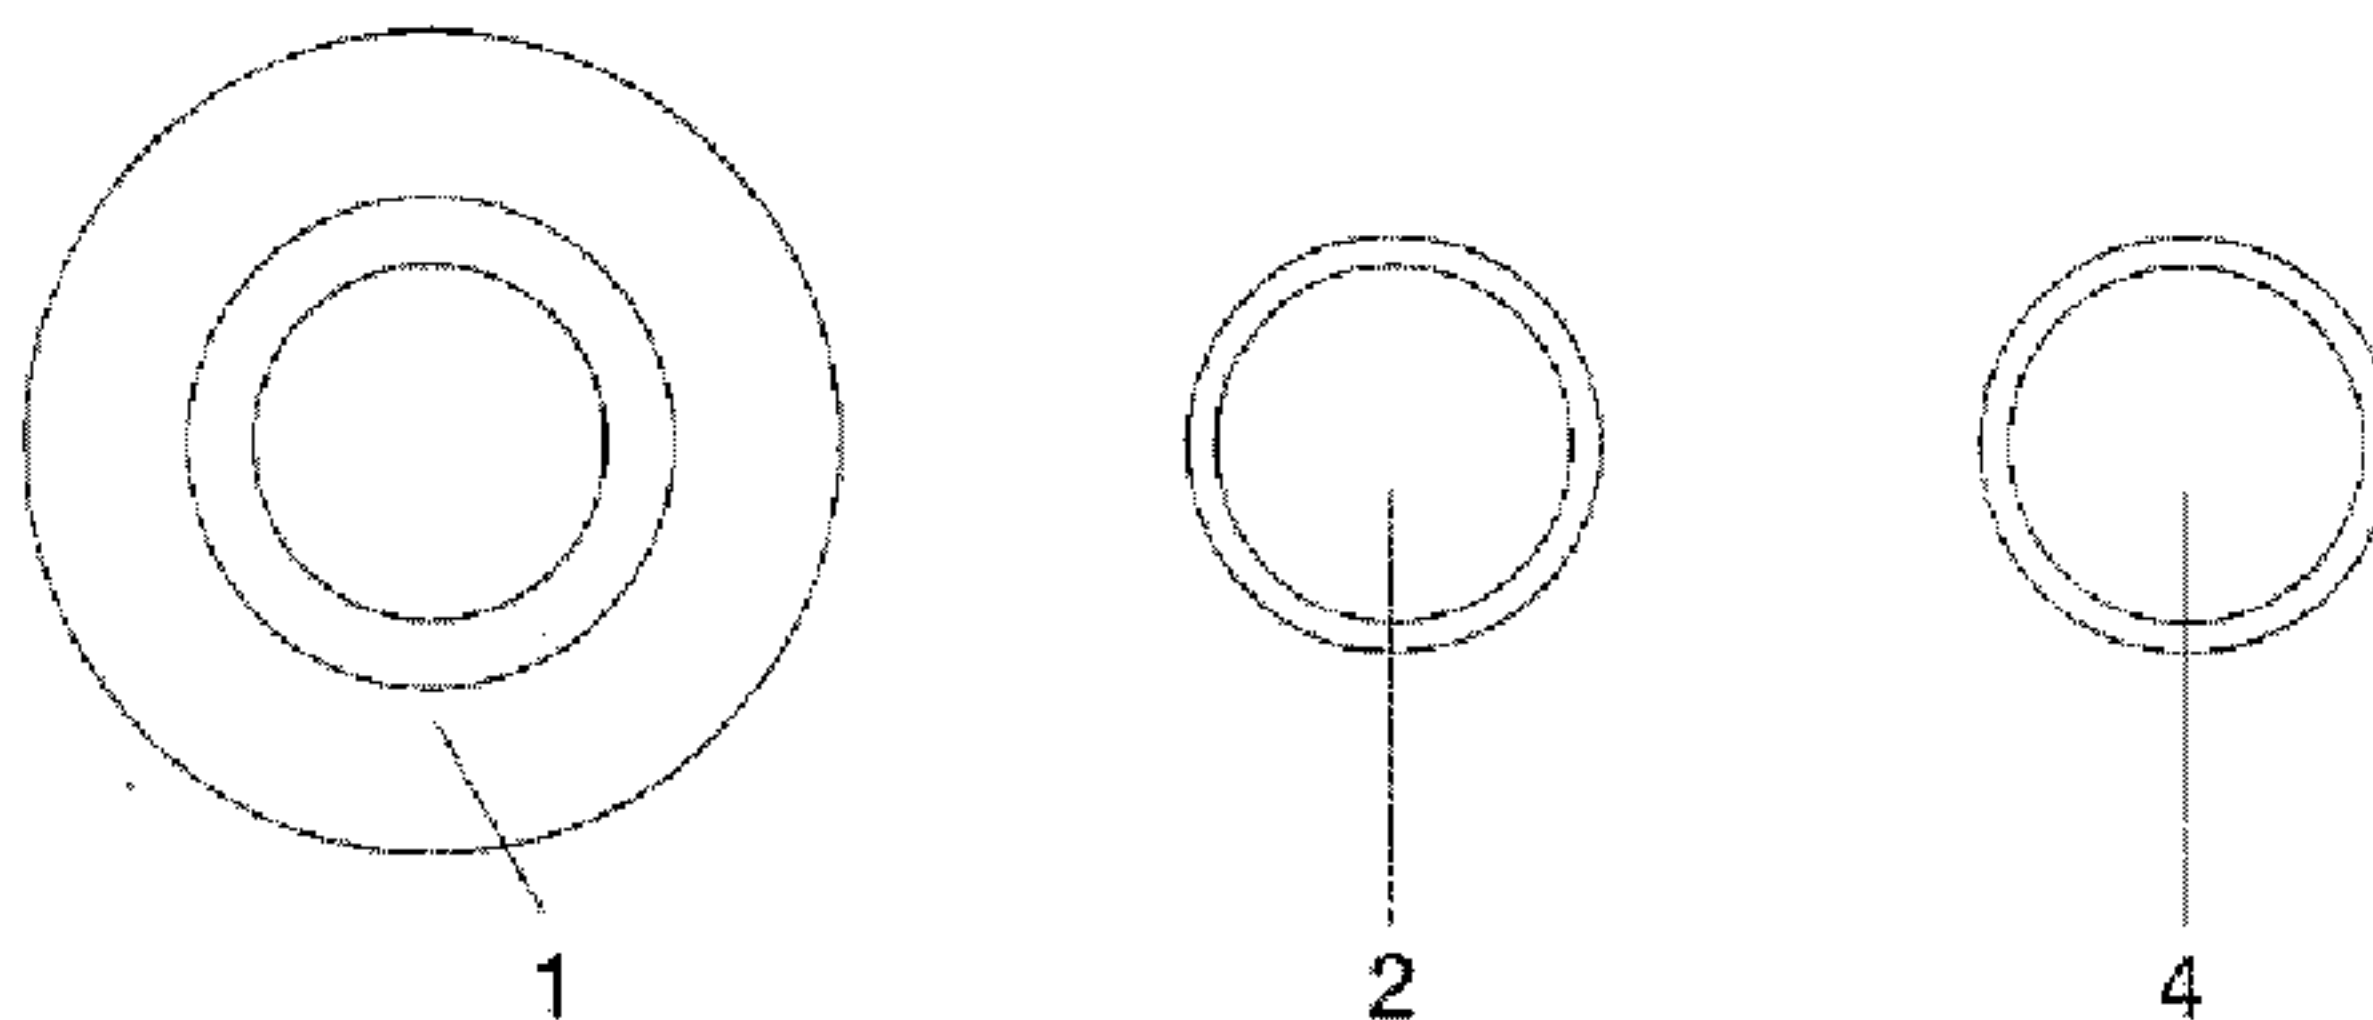

Рис.7. 2-скоростная панель управления
4. По запросу машина может поставляться с двумя скоростями. В этом случае на панели управления имеется вторая пусковая кнопка (рис.7 – п.4)